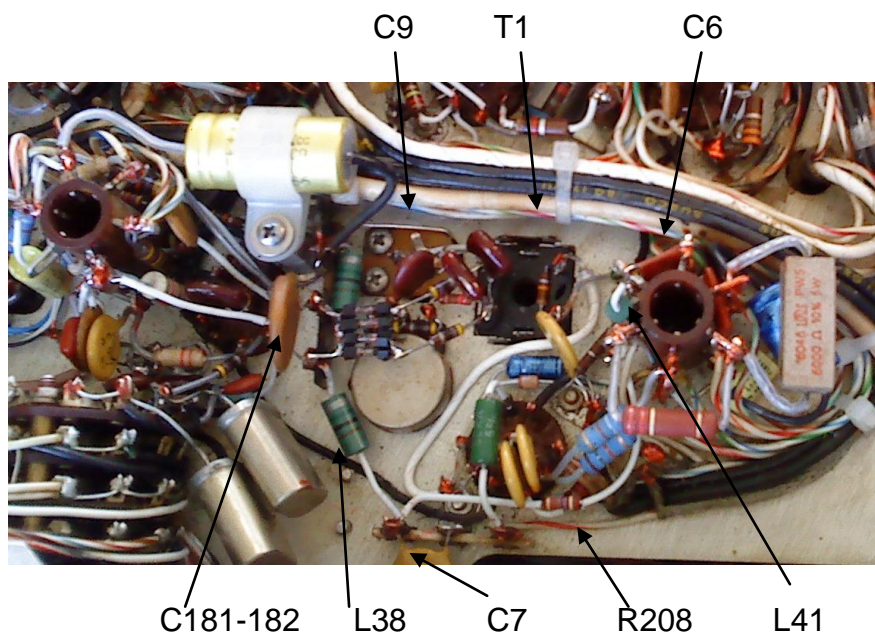

Fig.22
- démonter l'ensemble des anciennes diodes CR1-CR4 sur le touret E50, ainsi que la totalité de ce qui arrivait sur le condensateur ajustable C9, sur le potentiomètre R15, et sur le transformateur T1 (Fig.22)